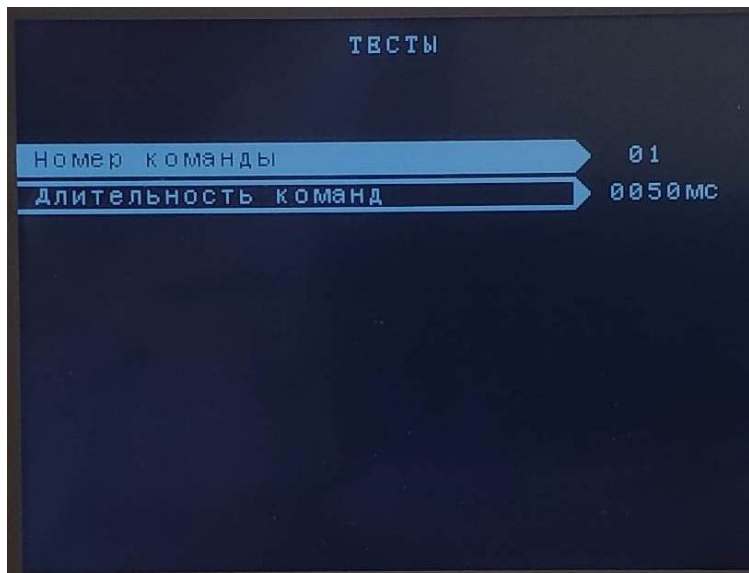

Рисунок 25 – Подраздел «Формирование команд в имп. режиме»
3.4. «Формирование команд в имп. режиме» - подраздел предназначен для тестового формирования импульсных аварийных команд, а так же вывода уровня сигнала на выходе (см. рисунок 25).